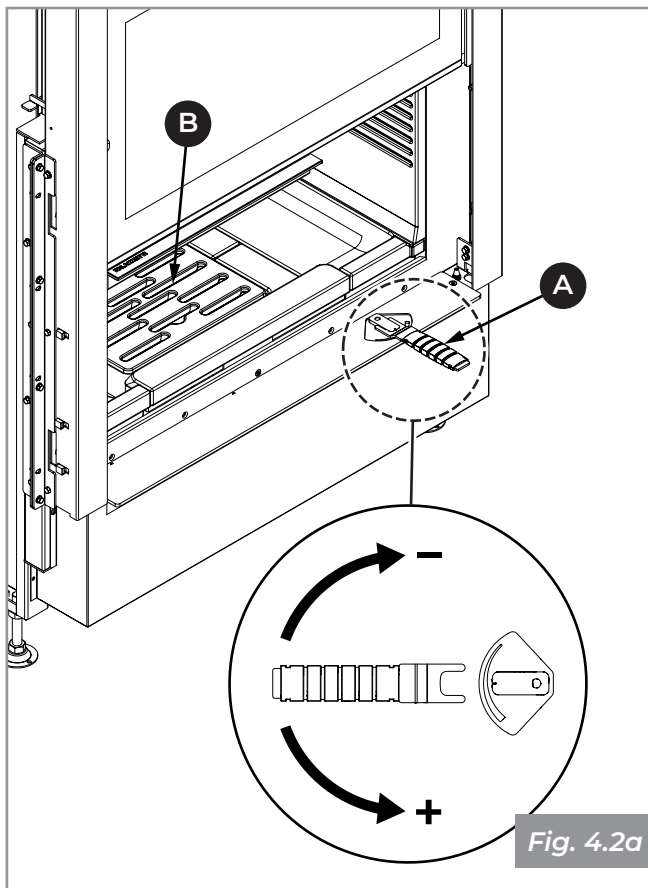
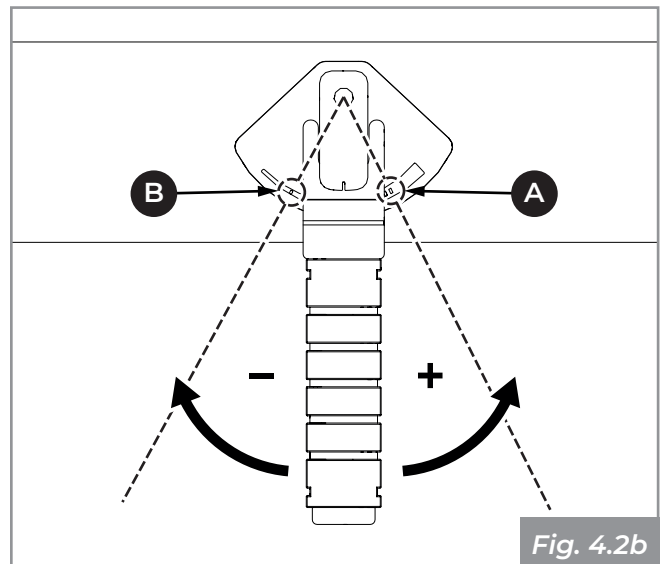
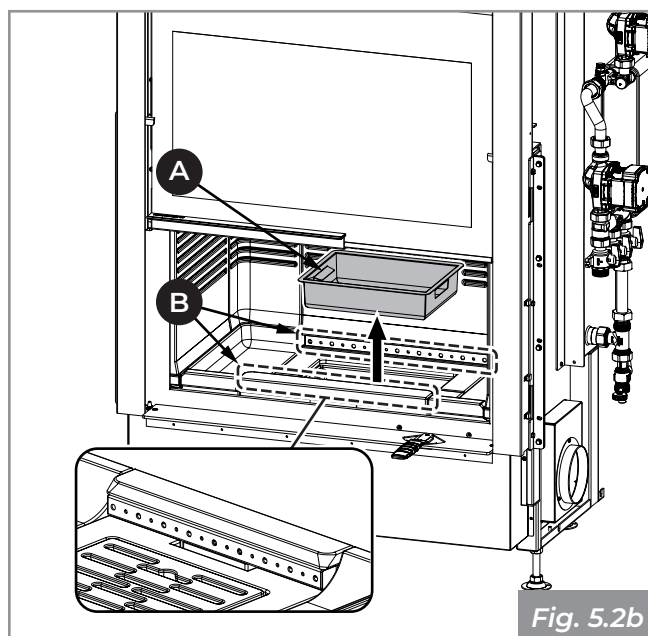

Fig. 4.2a
Fig. 4.2b
Fig. 5.2b
2. Utilizando la manilla fría suministrada (**A - Fig. 4.2a**) abra al máximo (+) la regulación del aire primario (**posición A - Fig. 4.2b**).
3. Apoye con cuidado los troncos de leña en la cámara de combustión prestando atención a no cubrir totalmente las rendijas de la parrilla (**B - Fig. 4.2a**) y los agujeros frontales y traseros del distribuidor del aire comburente (**B - Fig. 5.2b**).
8. Mantenga la toma de aire abierta para garantizar una llama alta y luminosa (**posición A - Fig. 4.2b**);
9. Reduzca la apertura de la toma de aire (**posición B - Fig. 4.2b**) con la correspondiente manilla fría solo cuando se ha formado una buena base de brasas.
Extraiga el cajón de la ceniza de la base y aspire la ceniza que se haya depositado en los compartimentos de debajo (**A - Fig. 5.2b**).
Aspire los agujeros frontales y traseros del distribuidor del aire comburente para evitar posibles acumulaciones de ceniza (**B - Fig. 5.2b**).